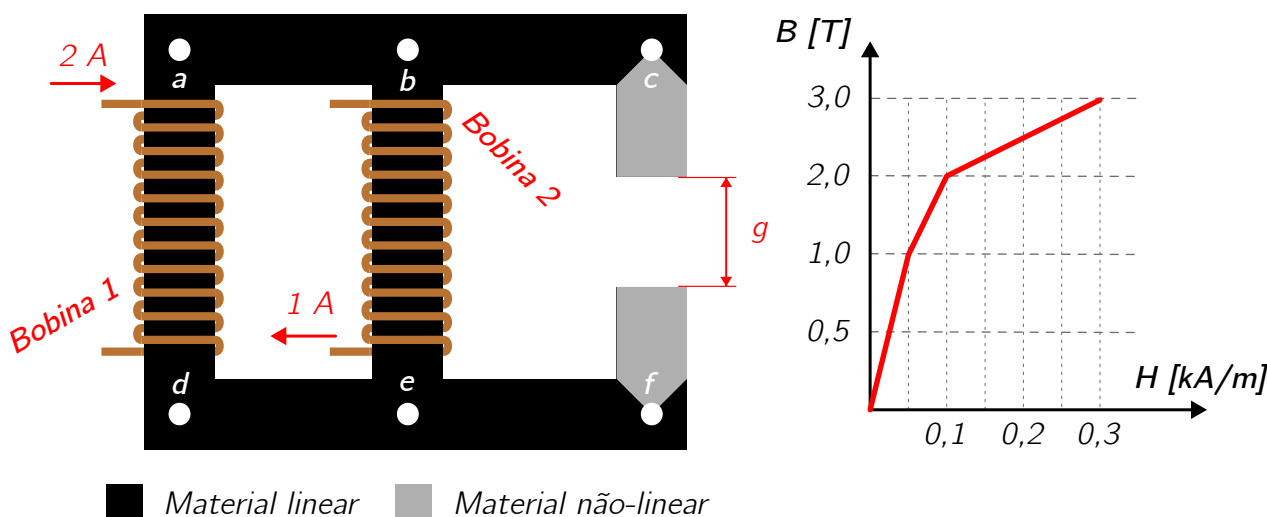

Figura 1: Ilustração para a Questão 1.
**Questão 1.** Conforme apresentado na Figura 1, temos um dispositivo composto por dois materiais ferro-magnéticos: o primeiro localizado junto aos enrolamentos, com uma permeabilidade magnética constante de 1500, e o segundo situado ao redor de um entreferro, cuja característica magnética é descrita pela curva de magnetização também exibida na Figura 1.
- ☆ A força eletromotriz resultante da autoindutância da bobina 1, conforme ilustrado na Figura 1, manifesta-se no sentido de  $a$  para  $d$  ( $+$   $\rightarrow$   $-$ ).
- d. Considerando a curva de magnetização exibida na Figura 1 e uma densidade de fluxo magnético de 1 T, a energia magnética armazenada equivale a 0,25 J nas regiões do circuito que respeitam essa curva.
- g. ☆ Operando com um campo  $H$  de 0,1 kA/m, conforme representado na Figura 1, caso o dispositivo seja desenergizado, a remanência magnética será de 2 T.